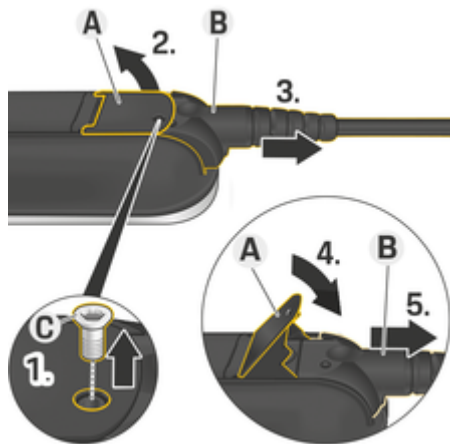

Fig. 28 Desconexión de cables
1. Extraiga el tornillo **C** (Fig. 28) con una herramienta apropiada.
2. Levante la palanca **A** (Fig. 28).
3. Retire el enchufe **B** (Fig. 28) hasta que se sienta primero la resistencia.